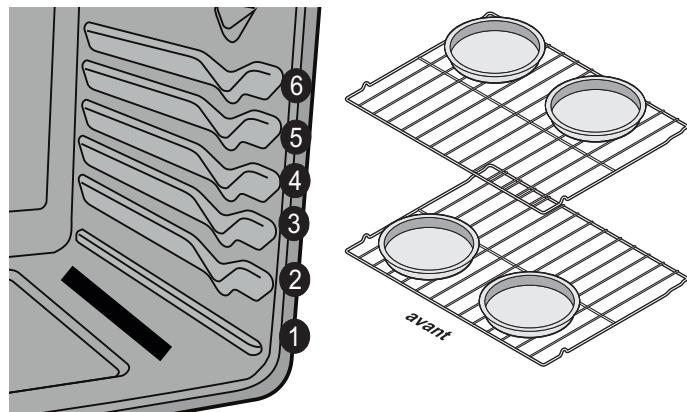

Figure 20 : Emplacement des grilles et des plats de cuisson
- Pour de meilleurs résultats lors de la cuisson des gâteaux ou des biscuits sur deux grilles, voir à les placer en position 3 et 5 et disposer les plats comme indiqué dans **Figure 20**.